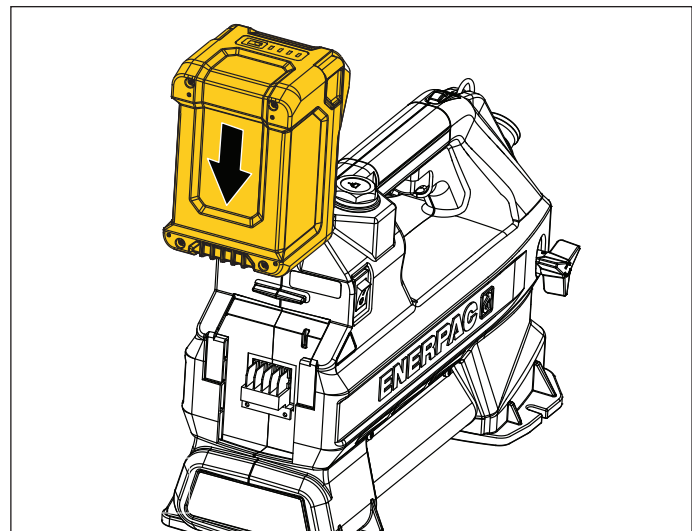

Abbildung 6: Akku – Einsetzen
- **Einsetzen des Akkus in die Pumpe:** Schieben Sie den Akku an der Rückseite der Pumpe nach unten in die Akku-Schnittstelle. Stellen Sie sicher, dass der Akku richtig einrastet. Siehe Abbildung 6.